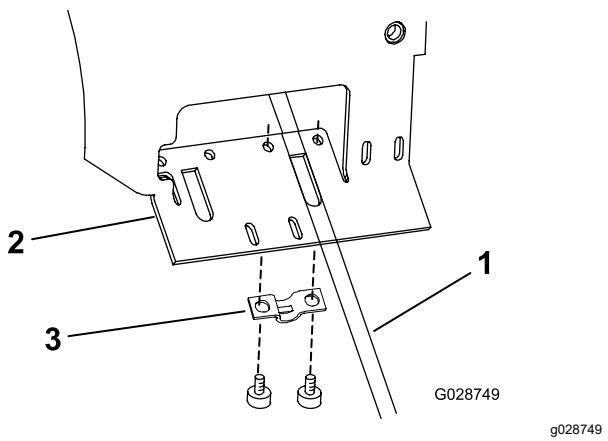

Figura 10
- Fije el cable de la TDF a la parte inferior del soporte de la palanca con una abrazadera y dos tornillos de cabeza cilíndrica Allen autorroscantes (Figura 10).